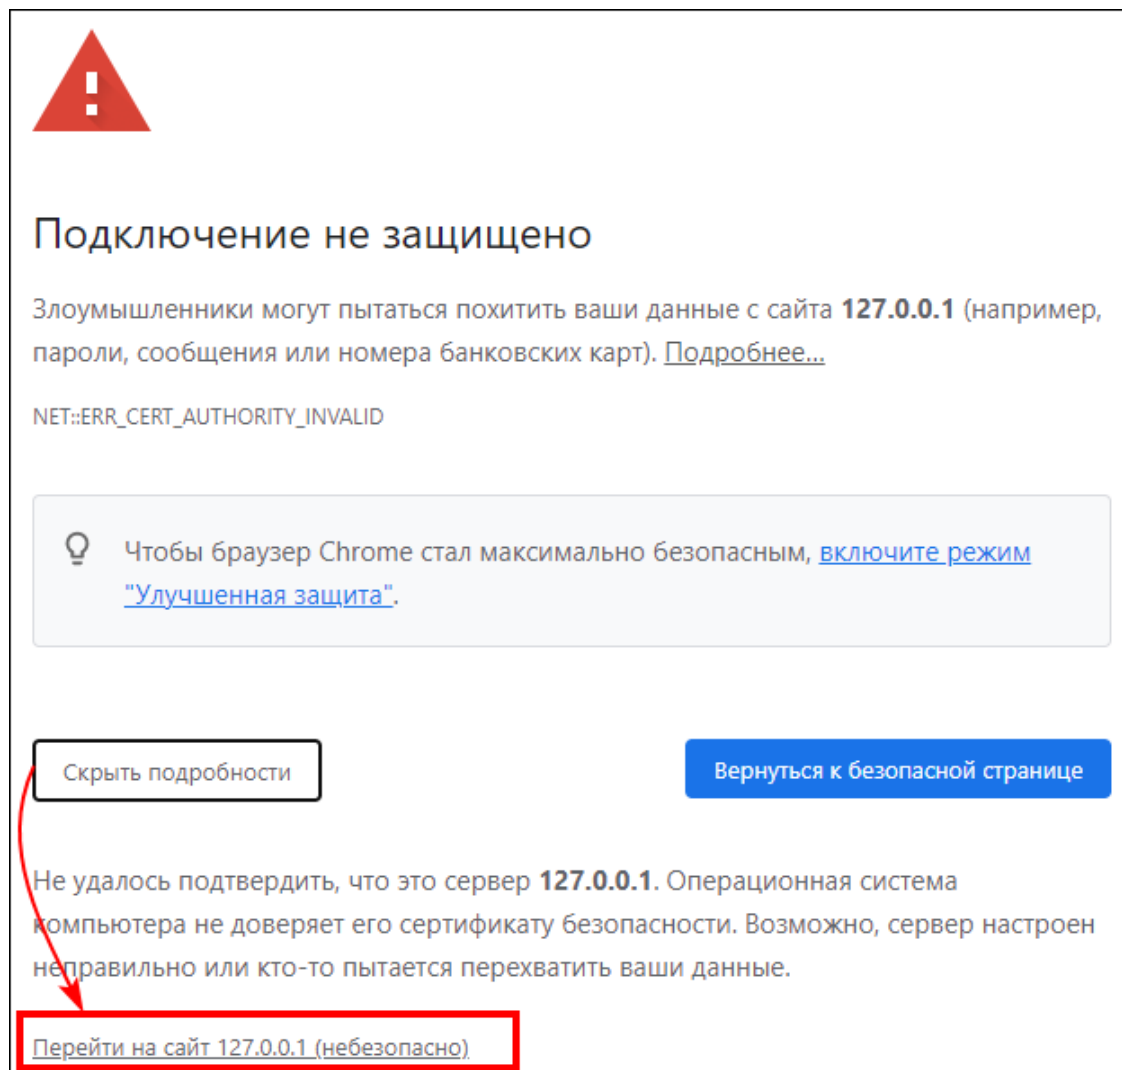

Рисунок 514 - Подключение не защищено
3. Появится предупреждение «Подключение не защищено». Нажмите **Подробности** → **Перейти на сайт...** (Рисунок 514).